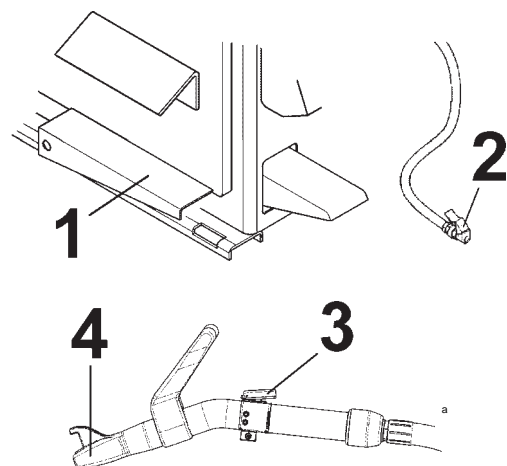

Fig. 4.3-1
**C.** Placer le Bec Gicleur contre le bord de la jante (Fig. 4.3-1).
**D.** Appuyer à fond sur la pédale de gonflage (1 Fig. 4.3-1) et le bouton du Bec Gicleur (3). Une grande quantité d'air